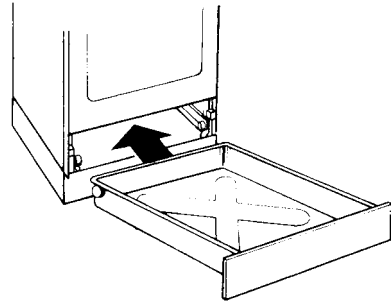

fig. 17: Opberglade plaatsen
- Schuif de lade in horizontale positie terug in het fornuis (zie fig. 17).